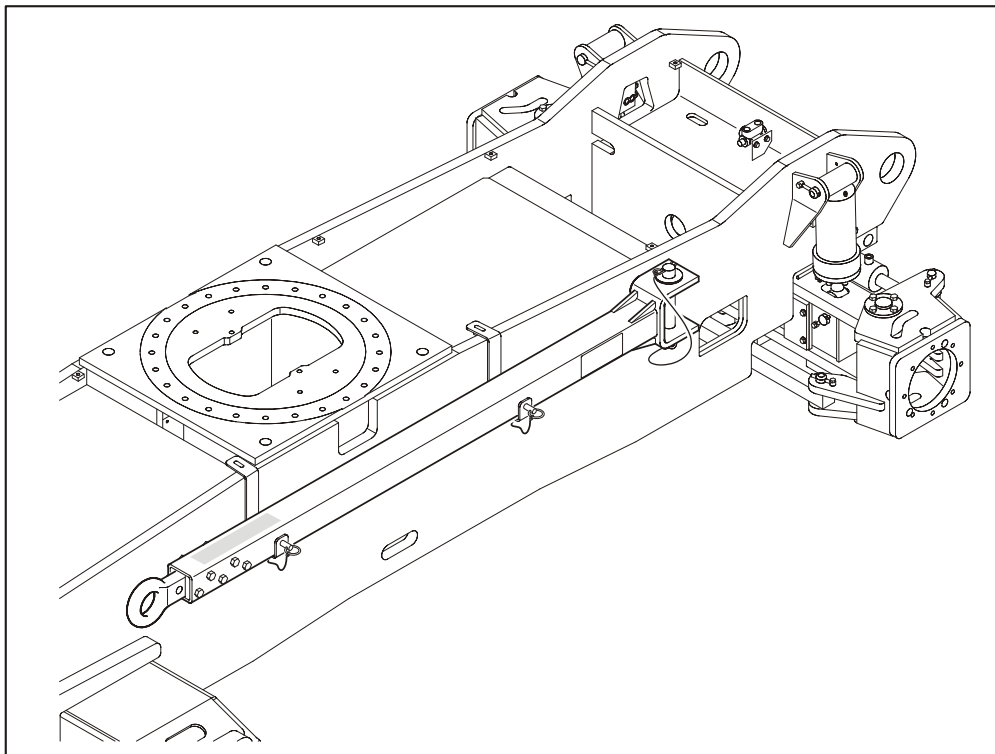

Figura 4-7. Barra de remolcado
3. Desconectar la barra de remolcado del vehículo remolcador y colocarla en la posición de almacenamiento como se muestra en la Figura 4-7. La máquina ahora está en el modo de conducción.